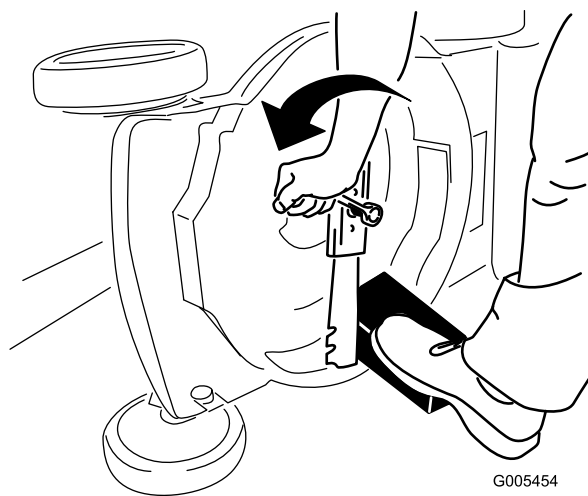

Figura 52
4. Togliete la lama e conservate la bulloneria di montaggio (Figura 52).
3. Usate un blocco di legno per tenere ferma la lama (Figura 52).